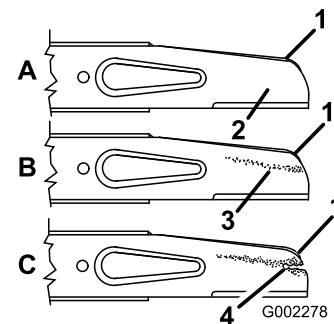

Figure 25
2. Enlevez le boulon de lame, la rondelle de blocage, l'accélérateur et la lame (Figure 25).